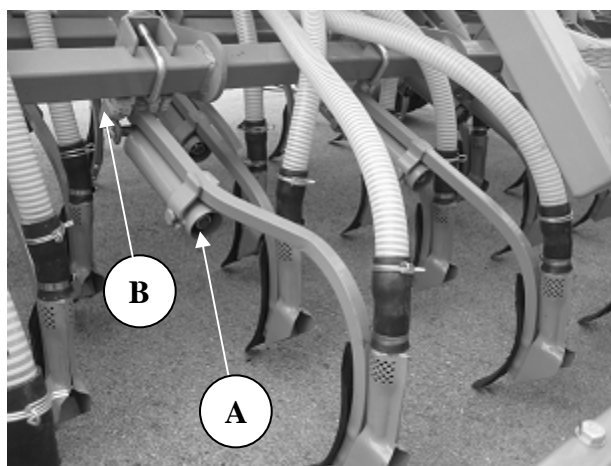

Fig. 14.00
Vous ajusterez la pression individuelle d'un bras à l'aide de la vis (A) – voir fig. 14.00. Vissez la vis (A) pour augmenter la pression jusqu'à obtenir la pression requise.
Avec le temps et l'usage du semoir, certains bras peuvent prendre un peu de jeu. Serrez la vis (B) – fig. 14.00 – pour éliminer ce jeu. En serrant la vis (B), vous refermerez la bague en téflon, ce qui ajustera l'axe du bras au bras, éliminant ainsi le jeu.